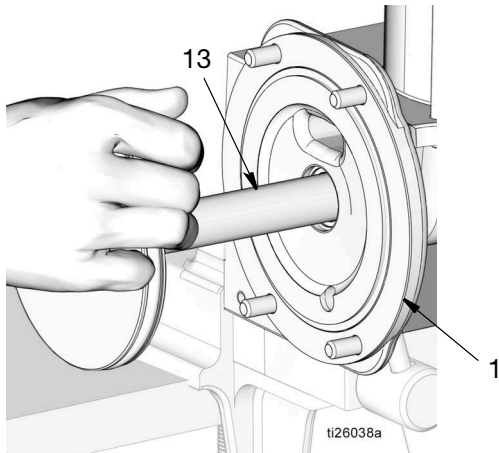

FIG. 50
- f. Appliquer une fine couche de graisse sur le pourtour et sur toute la longueur de la tige de piston (13). Pousser doucement la tige de piston dans la base de la pompe (1) en appliquant un mouvement de rotation pour faire passer la tige à travers les joints et entretoises précédemment montés (FIG. 50).